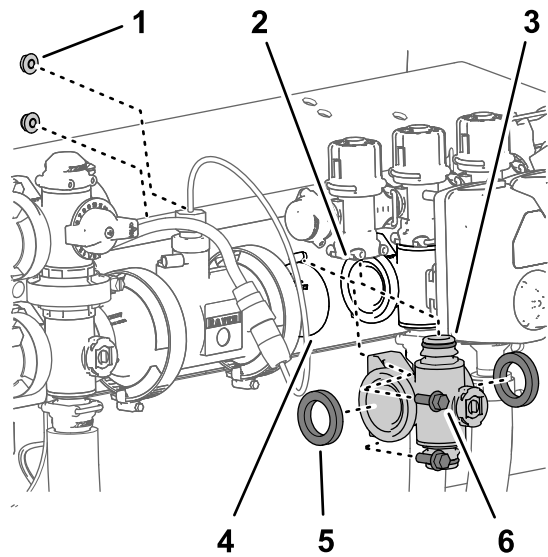
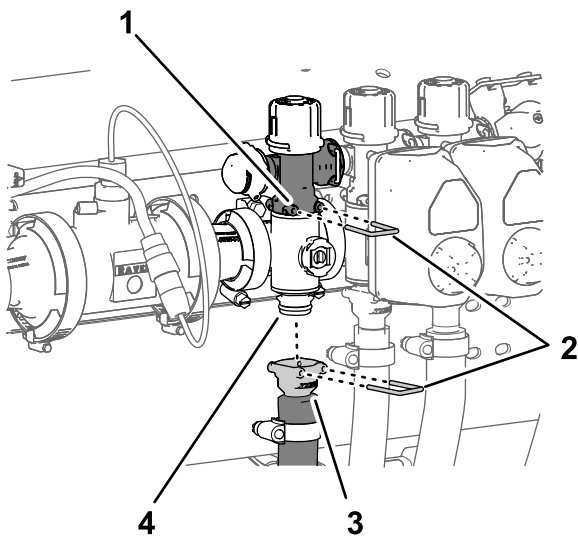

Bild 117
Bild 118
1. Fluchten Sie die zwei Dichtungen, die Sie in Entfernen des Abschnittverteilterventils \(Seite 86\) entfernt haben, mit den Flanschen des Abschnittventilverteilers aus (Bild 117).
2. Fluchten Sie den Flansch des Abschnittventilverteilers zwischen den Flanschen der anderen Abschnittventile und/oder dem Kupplungsadapter aus (Bild 117).
3. Befestigen Sie das Schnellkupplungsanschlussstück des Abschnittventilverteilers mit einem Schnellkupplungsstift am Schnellkupplungsunterteil des Abschnittsicherheitsventils (Bild 117 und Bild 118).
Entfernen des Abschnittverteilterventils \(Seite 86\) entfernt haben, an der Ventilstütze (Bild 117).
8. Befestigen Sie die Schnellkupplung des Abschnittschlauchs mit dem Schnellkupplungsstift am Schnellkupplungsanschlussstück des Abschnittventilverteilers (Bild 118).